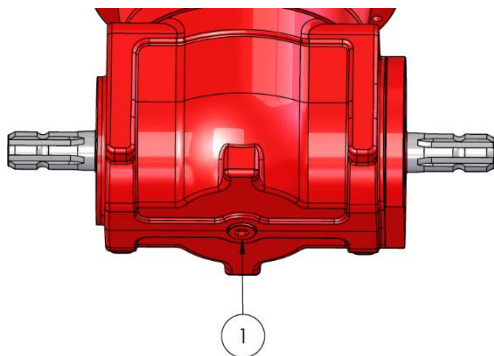
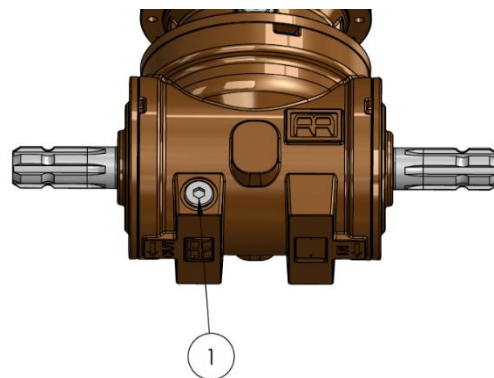

Abbildung 9.5 Planetengetriebe EC3320/FE i=19,95
Abbildung 9.4 Zahnradgetriebe RR1800
Beide Typen von Planetengetrieben sind an der Unterseite mit einer Ablassschraube (1) ausgestattet, wie in Abbildung 9.4 und Abbildung 9.5 dargestellt. Über diese Schraube wird das Altöl zum Ölwechsel abgelassen.